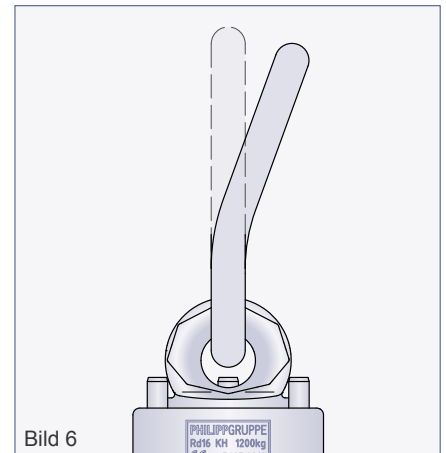

Bild 6
- Verformung des Aufhängeglieds (Bild 6)